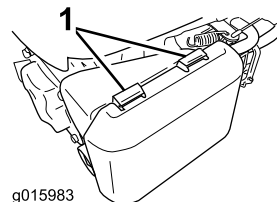

Bild 22
1. Drücken Sie die Verriegelungsnasen oben an der Luftfilterabdeckung nach unten (Bild 22).